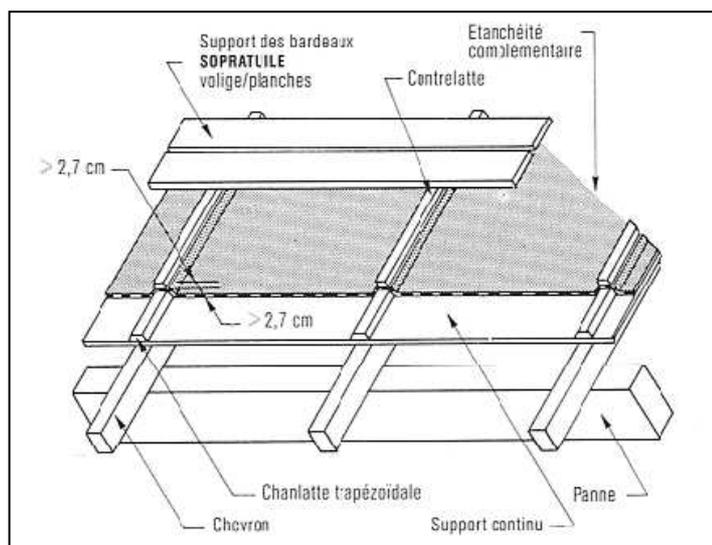

Figure 29 : Principe de la double toiture ventilée
- une couverture en bardeaux de la gamme SOPRATUILE (figure 29).